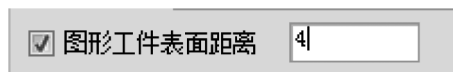

图 4-5 工件表面距离
5) 在文件对话框，勾选“图形工件表面距离”，输入图 4-5 所示数值。